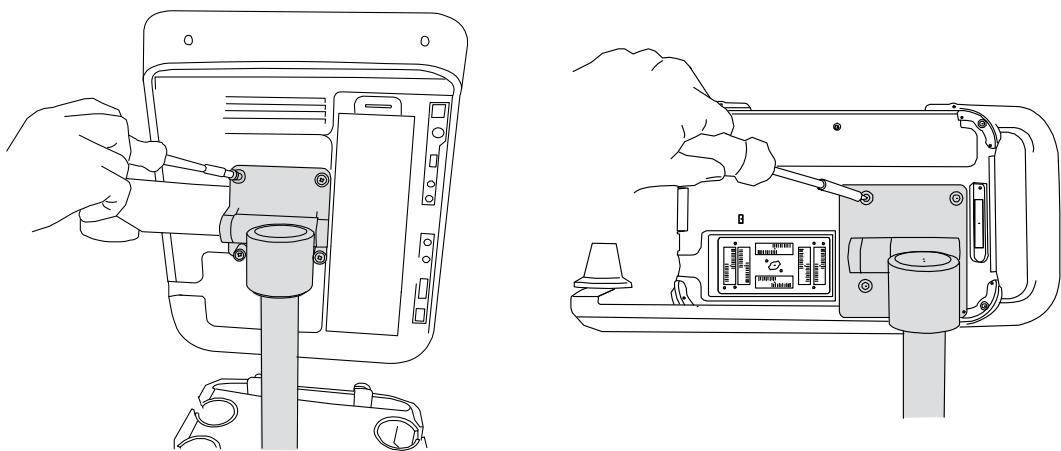

Figura 3 Aperte os parafusos na placa de montagem: S Series (na esquerda) e NanoMaxx (na direita)
- 4** Aperte o parafuso de cada um dos quatro cantos do sistema até ele ficar firme. Aperte com uma chave Phillips. Consulte a Figura 3.
- 1** Apoie o sistema de ultrassom, depois afrouxe o parafuso de cada um dos quatro cantos da placa de montagem. Se necessário, use uma chave Phillips. Consulte a Figura 3.